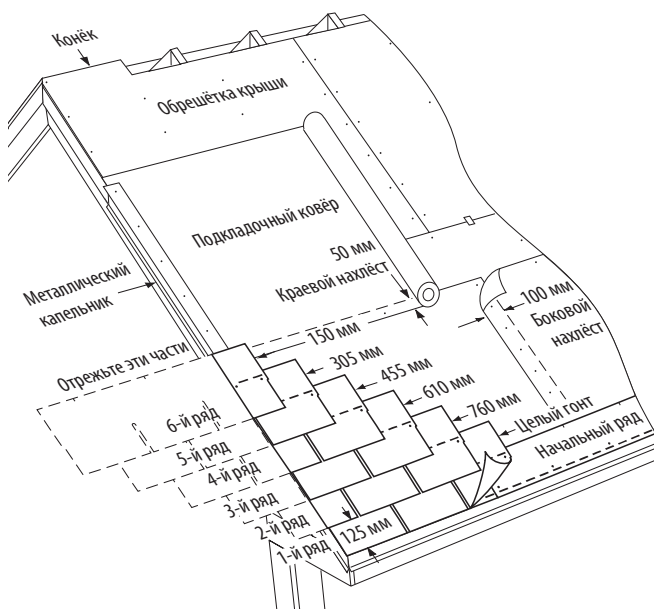

Рис. 10-8. Укладка первых 6 рядов на крышу со стандартным уклоном.
1-й РЯД: Уложите целый гонт в левом нижнем углу крыши. Разместите язычки вровень с краями гонтов начального ряда. Таким образом герметик на полосовых гонтах начального ряда пристанет к язычкам гонтов первого ряда и позволит им не задирается при сильном ветре (Рис. 10-8).
1. Отрежьте 15 см от левой стороны гонта и уложите этот кусок длиной 76 см над гонтом первого ряда и поверх него, на одной линии с левым краем начального ряда. Оставьте 12,7 см язычки гонта первого ряда открытыми (Рис. 10-8).
2. Отрежьте 30,5 см от первого гонта третьего ряда, 45,7 см от первого гонта четвертого ряда, 61 см от первого гонта пятого ряда и 76,2 см от первого гонта шестого ряда. Уложите каждый гонт левым краем в одну линию с предыдущим рядом (Рис. 10-8).